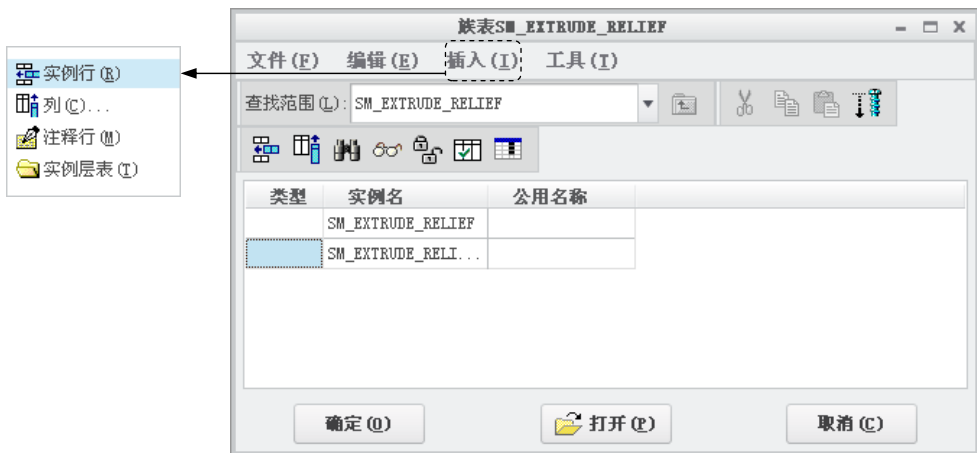

图 11.11.3 “族表”对话框
Step3. 增加族表的行。在“族表”对话框中, 选择下拉菜单 **插入(I) → 实例行(R)** 命令, 系统立即添加新的一行(图 11.11.3), 单击*号栏, 将*号改成 N, 这样在 SM_EXTRUDE_RELIEF_INST 实例中就不显示展平特征了。